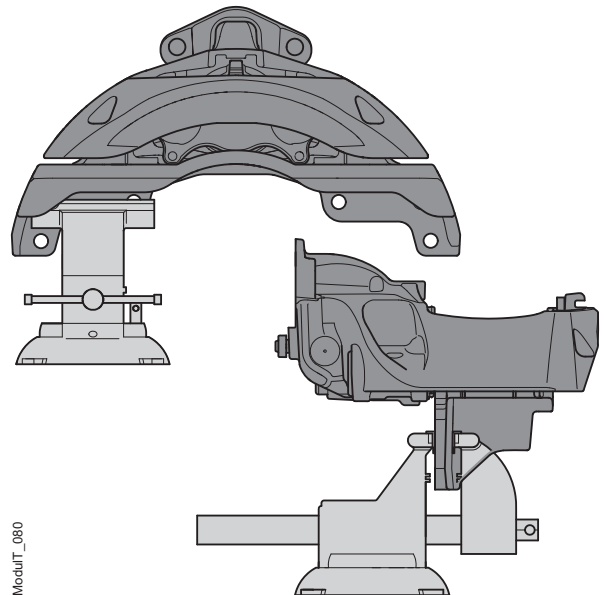

Figura 41. Disposición para sujetar y sustituir el guardapolvos del tornillo de ajuste
1. Fije el freno de disco de manera segura en un tornillo de banco con mordazas blandas, véase la disposición en la figura 41. Asegúrese de que las mordazas del tornillo de banco no dañan el freno de disco.